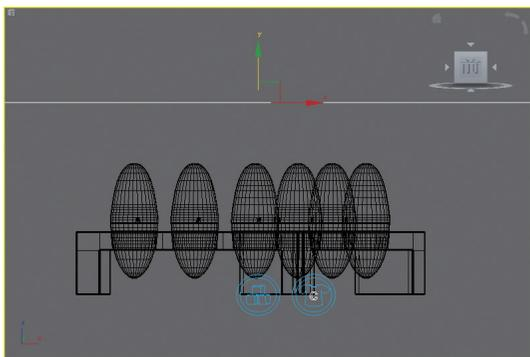

图9-47 调整物体位置
**10** 此时布料位于整个场景的底部，为了使它能够覆盖整个场景的物体，需要调整一下它的位置，如图9-47所示。